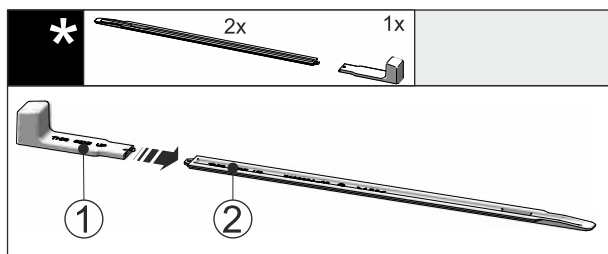

Fig. 45
- Inserire l'impugnatura di montaggio Fig. 45 (1) sulla guida di livellamento Fig. 45 (2).